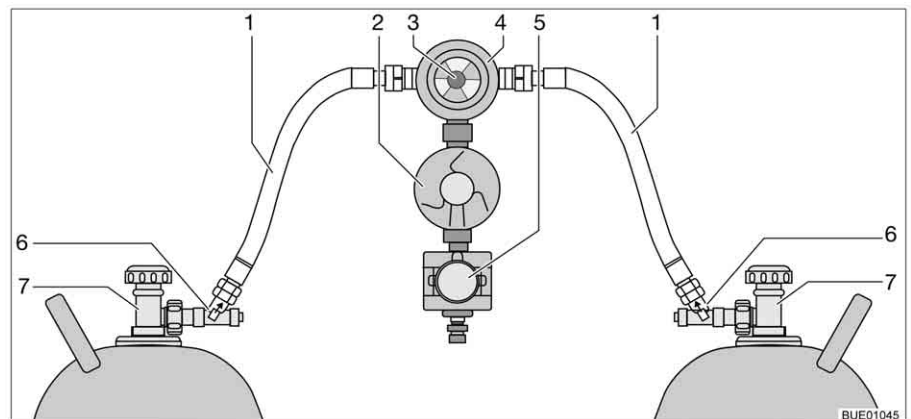

Bild 109 Crash-Protection-Unit-omkopplingsenhet
Crash-Protection-Unit består av två genomflödesbegränsare med manuell frigöring (Bild 109,6), en omkopplingsventil (Bild 109,4) med tryckregulator (Bild 109,2), en elventil (Bild 109,5) och kontrollenheten med trefärgad lysdiod. Omkopplingsventilen är monterad mellan de båda gasslangarna (Bild 109,1).
Med vredet (Bild 109,3) på omkopplingsventilen ställer du in vilken gasflaska som ska användas som driftflaska och vilken som ska användas som reservflaska.
Med kontrollenheten (Bild 110) kan endast de elektriska funktionerna styras. Gasflaskornas huvudavstängningsventiler (Bild 109,7) och frigöringarna (Bild 109,6) måste öppnas för hand.
- Öppna huvudavstängningsventilerna på gasflaskorna (Bild 109,7).
- Tryck in frigöringarna (Bild 109,6) i tio sekunder efter varandra.
- Med vredet (Bild 109,3) på omkopplingsventilen (Bild 109,4) väljs gasflaskan, som ska prioriteras (driftflaska).
- Stäng huvudavstängningsventilerna på gasflaskorna (Bild 109,7).